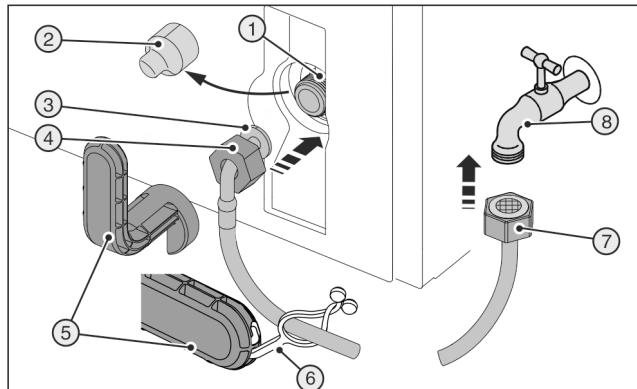
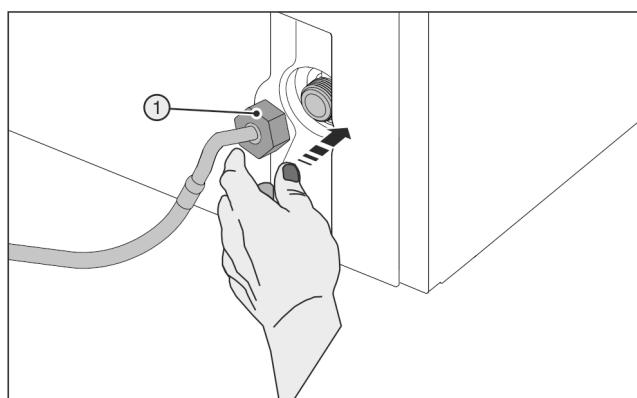

Fig. 45
Fig. 46
破损的辅助工具 Fig. 45 (5) !
- ▶ 只能在室温下使用辅助工具 Fig. 45 (5)。
- ▶ 拆下盖子 Fig. 45 (2)。
- ▶ 略微装配：将直软管端 Fig. 45 (7) 向左置于地面。
- ▶ 将螺母 Fig. 45 (4) 推至软管弯折端 Fig. 45 (3) 上方末端并固定。
- ▶ 小心装上螺母 Fig. 46 (1) 并用两根手指将其垂直拧到螺纹上，直至达到紧固位置。
- ▶ 使用辅助工具 Fig. 45 (5) 顺时针拧紧螺母 Fig. 46 (1)，直至达到最大扭矩并且辅助工具 Fig. 45 (5) 旋紧。
- ▶ 将螺母 Fig. 45 (7) 拧到截流阀 Fig. 45 (8) 上。
- ▶ 使用辅助工具 Fig. 45 (5) 顺时针拧紧螺母 Fig. 45 (7)，直至达到最大扭矩并且辅助工具 Fig. 45 (5) 旋紧。
- ▶ 打开供水截流阀 Fig. 45 (8) 并检查整个水系统的密封性。
- ▶ 将连接板 Fig. 45 (6)卡入辅助工具 Fig. 45 (5)内并固定在不锈钢软管上，以便于保存。